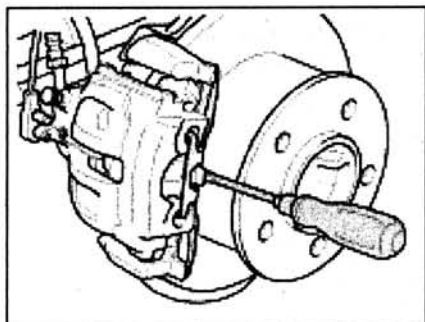

Рис. 7.13. Отсоедините фиксатор тормозных колодок от тормозного суппорта с помощью отвертки и извлеките тормозные колодки.
2. Отсоедините фиксатор тормозных колодок от тормозного суппорта с помощью отвертки и извлеките тормозные колодки (рис. 7.13).